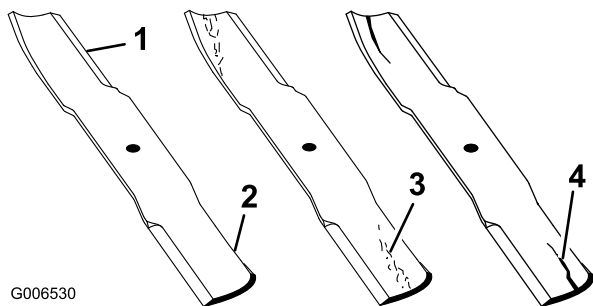

Figura 52
1. Inspeccione los filos de corte (Figura 52).
2. Inspeccione las cuchillas, especialmente la parte curva (Figura 52).
Nota: Si observa daños, desgaste o la formación de una ranura en esta zona (Figura 52, 3 y 4), instale inmediatamente una cuchilla nueva.